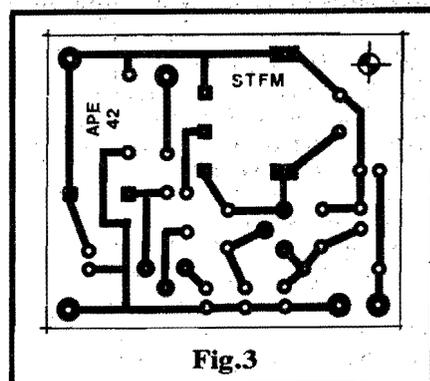

Fig.3
- Tanto o terminal (B) quanto os extremos (A-C) devem ter suas extremidades raspadas, eliminando-se por cerca de 5 mm) o esmalte isolador que normalmente reveste o fio... Se isso não for feito, a soldagem não poderá ser feita (e mesmo que seja possível, a conexão ficará eletricamente prejudicada...).
- FIG. 3 - O LAY OUT DO CIRCUITO IMPRESSO ESPECÍFICO - Munido do necessário material (placa virgem na dimensão indicada, de fenolite cobreado, decalques ou tinta ácido-resistentes, e o percloroeto de ferro para o corrosão...) o Leitor/Hobbysta poderá fazer a plaquinha em casa, com "uma mão amarrada às costas", de tão simples e fácil! O padrão cobreado encontra-se, na figura, em tamanho natural (escala 1:1), com o que pode ser "carbonado" diretamente, sem problemas. Terminada a corrosão, e após uma cuidadosa limpeza, tudo deverá ser conferido, na busca (e no saneamento) de eventuais defeitos, "curtos", falhas, etc. É fácil corrigir-se qualquer imperfeição antes de se começar a colocar e soldar os componentes... A furação das ilhas deve ser feita com broca bem fininha... Observar, especialmente, as ilhas destinadas à ligação dos terminais do trimmer, que são mais avantajadas, em formato retangular... Dependendo das exatas formas dos terminais do trimmer obtido, poderá ser necessário um certo alargamento nos respectivos furos de inserção e ligação... Esse alargamento é fácil de ser feito, sim-